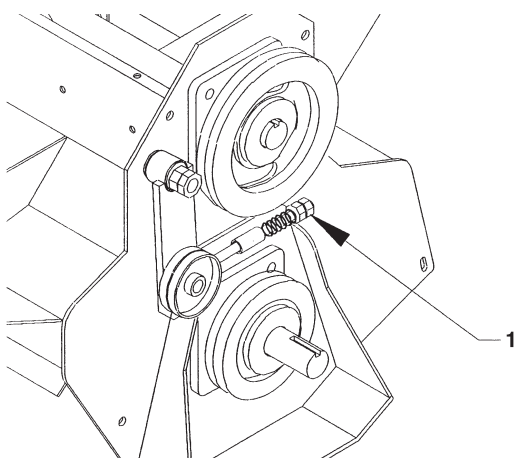

Fig. 6
15. Ved hjælp af justeringsmøtrikken på fjederstangen indstil remmens spænding, (Se Fig. 6).
JUSTERING AF REMTRÆK (Fig. 6)